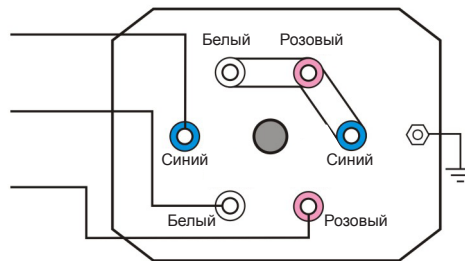
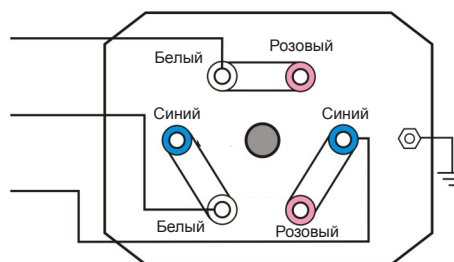

Рис. 4
Рис. 5
- При поставке нагреватель настроен на подключение к трехфазной сети 400 В (см. рис. 4 и электрическую схему на с. 7), но его можно перенастроить на подключение к трехфазной сети 230 В (см. рис. 5 и электрическую схему на с. 8); это относится ко всем вариантам кроме 72 кВт.
- Входные кабели для контакторов должны быть защищены предохранителями в соответствии с таблицей, с учетом соответствующего рабочего напряжения, см. рис. 4 или 5.
Нагреватель поставляется с фирменной табличкой и с настройкой на подключение к трехфазной сети 400 В (см. рис. 4), но его можно перенастроить на подключение к трехфазной сети 230 В.
В этом случае входные кабели контакторов должны быть защищены предохранителями согласно приведенной выше таблице (см. рис. 5 и электрическую схему).